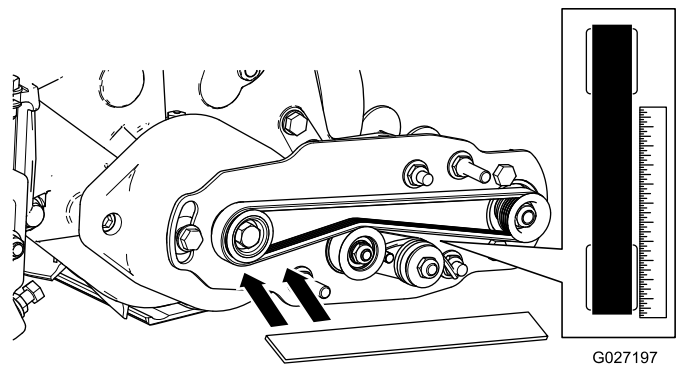

图 18
- 沿着驱动皮带轮的外面放置直尺 图 18。切勿把直尺穿过驱动皮带轮和从动皮带轮。